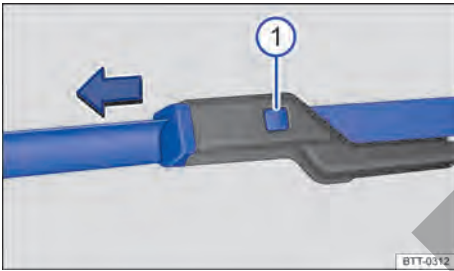

Fig. 122 Sustituir las escobillas de los limpiaparabrisas.
- Mantenga la tecla de desbloqueo → fig. 122 ⓘ pulsada y, al mismo tiempo, retire la escobilla de los limpiaparabrisas en el sentido de la flecha.